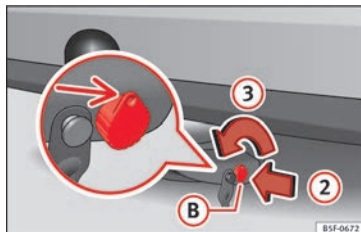

Abb. 231 Schloss entriegeln
- Stecken Sie den Schlüssel **B** in Pfeilrichtung **2** in das Schloss » Abb. 231.